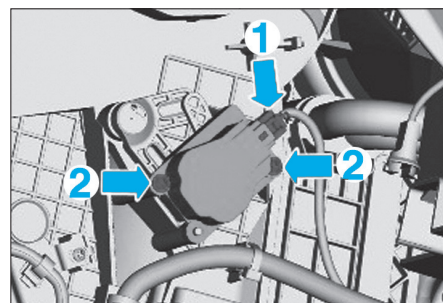

Fig. 40
- Débrancher le connecteur (1) (Fig.40).
- Déposer les vis (2) puis le servomoteur de volet de mélange de température.